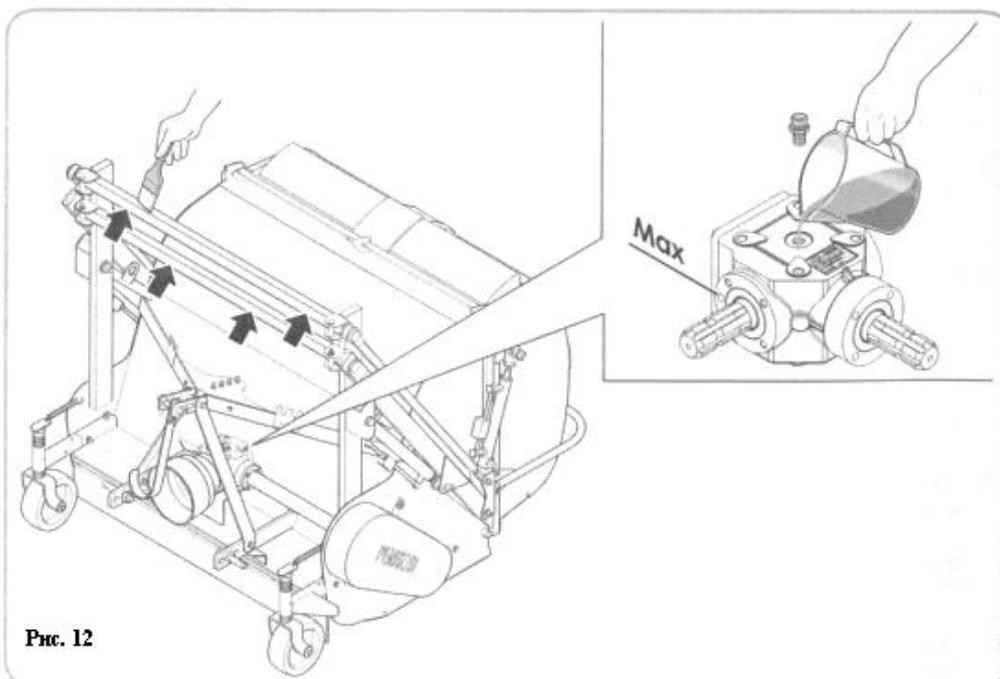

Рис. 12
- Смажьте оси вращения (см. рис. 12).
- Проверьте уровень масла в редукторе (рис. 12).